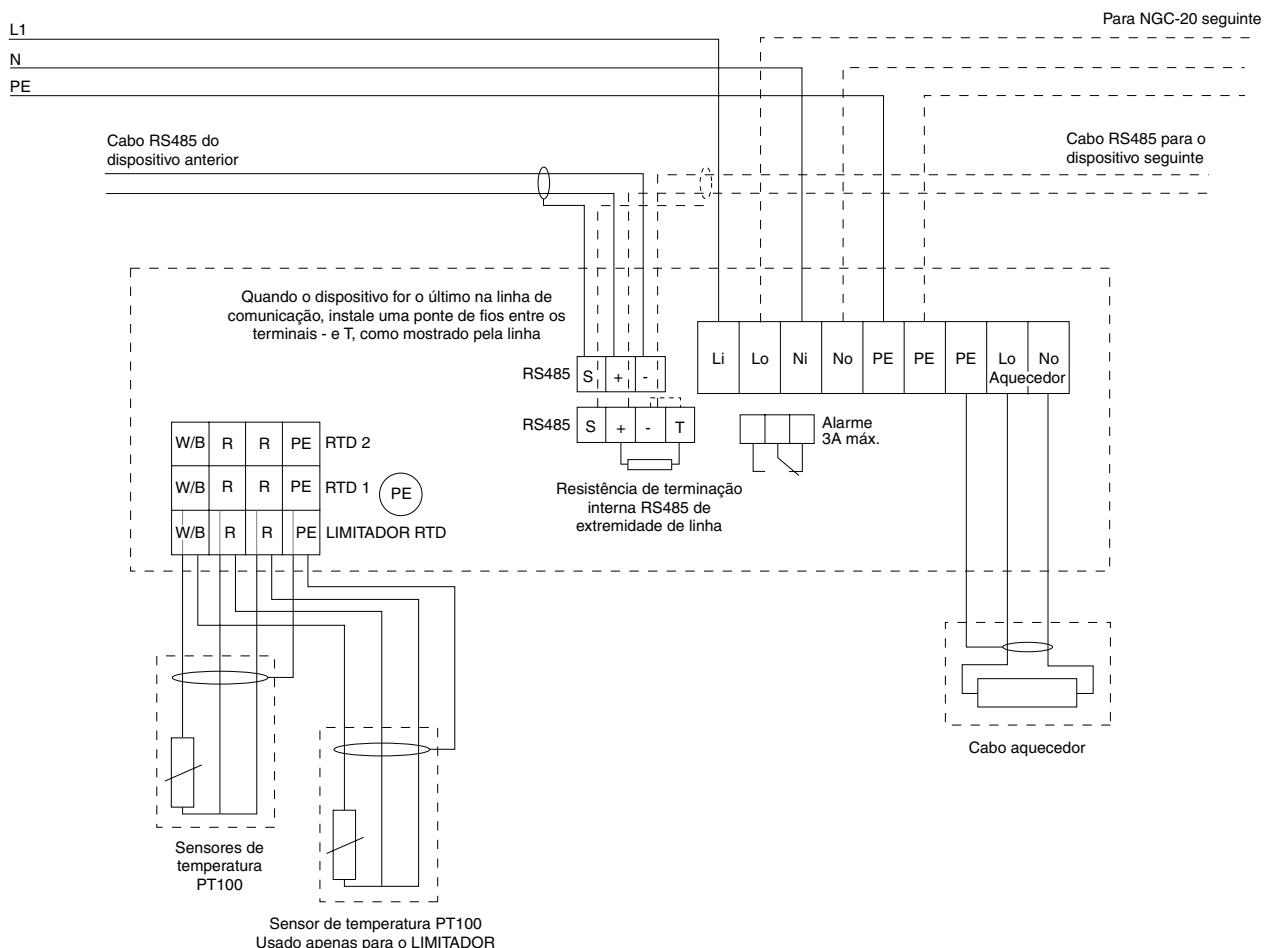

Figura 2: Diagrama de conexão NGC-20-C(L)-E
- A posição correta é em cima do tubo (Figura 2).
- O fio condutor precisa manter o isolamento, de forma que não penetre umidade no sistema de isolamento do revestimento (Figura 2).